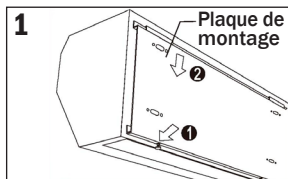

Figure 1
1. Retirez la vis de fixation de la plaque de montage, puis retirez la plaque de montage, comme illustré à la figure 1.